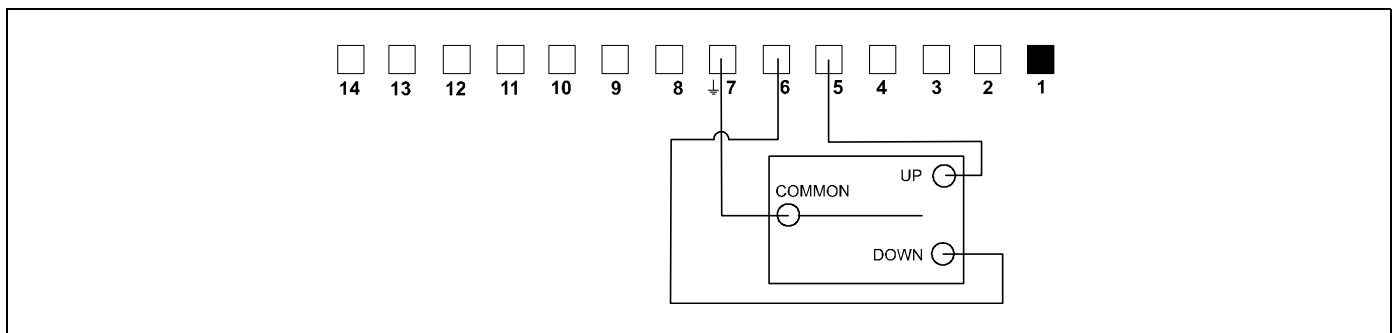

рис. 32
1. Подключите общий провод от переключателя к клемме 7. (см. рис. 32)